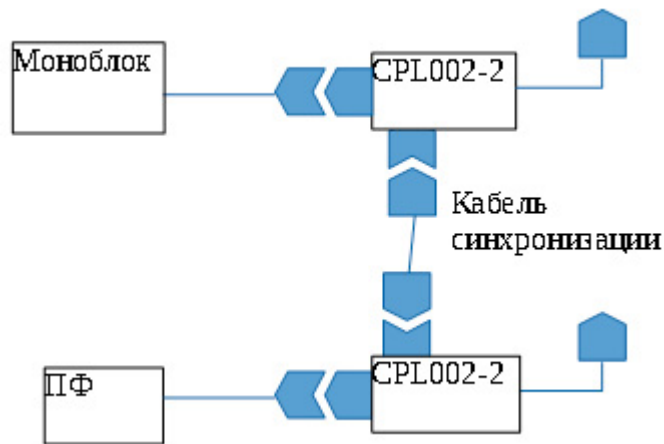

Рисунок 23. Схема подключений при использовании синхронизации двух комплексов Гидра (ГБО и ПФ)
Схема подключений при использовании синхронизации двух комплексов Гидра - Рисунок 23.
- 4) тип соединения — прямое или перекрестное (пример перекрестного подключения - Рисунок 23)